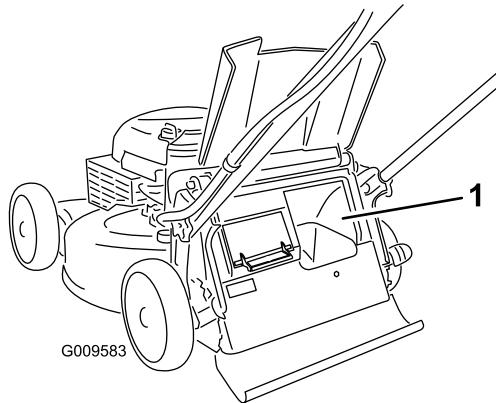

Figure 16
**Important:** Pour que le ramassage s'effectue correctement, enlevez les déchets d'herbe et autres qui se trouvent sur le volet de ramassage sur demande et l'ouverture (Figure 16) avant de changer la position du levier de ramassage sur demande.